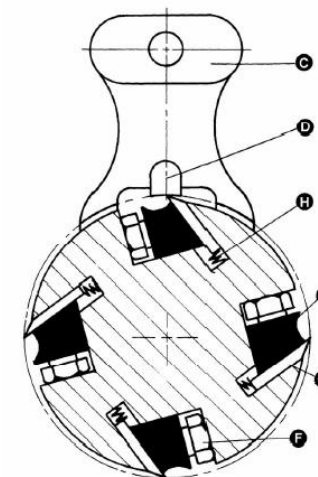

Рис. 19
3. Для контроля и регулировки ножей следует воспользоваться прилагаемым калибром для ножей (**Рис. 19 и 20**), проверять необходимо все четыре ножа. Ножи должны едва касаться низа центрального выступа (**Рис. 19, D**) калибра ножей.
4. При необходимости в регулировке одного или нескольких ножей слегка ослабить прижимную планку ножей (**Рис. 19, E**), вворачивая в планку шесть фиксирующих винтов (**Рис. 19, F**). Достаточно ввернуть винты для снятия усилия в режущей головке без нарушения настройки ножей. Выполнить это для всех остальных четырех ножей одновременно.
5. Поместив калибр над ножом (**Рис. 19, G**), продолжать ослаблять фиксирующие винты (**Рис. 19, F**) до тех пор, пока пружины (**Рис. 19, H**) не начнут поднимать нож.
- После соприкосновения ножа с центральным выступом (**Рис. 19, D**) калибра поджать
6. прижимную планку, слегка выворачивая шесть фиксирующих винтов (**Рис. 19, F**) к пазу.
8. После регулировки всех четырех ножей с поджатыми винтами, вывернуть и затянуть шесть фиксирующих винтов (*Рис. 19, F и 20*) к пазу, начиная с концевых винтов, затем центральными, до полного закрепления ножа в режущем валу. Тем же способом затянуть остальные три ножа.
3. Для снятия ножа ослабить прижимную планку (*Рис. 19, E*) (вворачивая шесть фиксирующих винтов (*Рис. 19, F*) в прижимную планку. Снять прижимную планку (*Рис. 19, E*), нож (*Рис. 19, G*) и пружины (*Рис. 19, H*). **ПРИМЕЧАНИЕ:** две внутренние пружины могут выскочить при снятых ноже и прижимной планке.
8. Поставить на нож калибр для ножа (*Рис. 19, С*).
9. Удерживая калибр на ноже, ослабить шесть фиксирующих винтов (F), вворачивая их в прижимную планку (E) до тех пор, пока режущая кромка ножа не коснется выступа (D) калибра. Поджать прижимную планку, слегка выворачивая шесть фиксирующих винтов к пазу.
11. После регулировки всех четырех ножей с поджатыми винтами, вывернуть и затянуть шесть фиксирующих винтов (*Рис. 19, F*) к пазу, начиная с концевых винтов, затем центральными, до полного закрепления ножа в режущем валу. Тем же способом затянуть остальные три ножа.